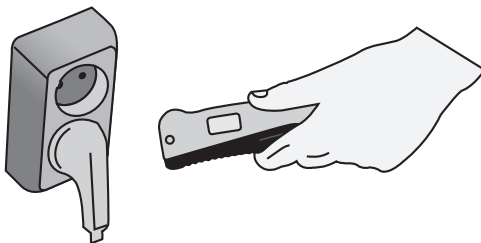

Рисунок 3
Установите переключатель (8) в положение «II» и с помощью регулятора определите положение, при котором подача звукового сигнала прекратится, а световой индикатор погаснет. Поднесите прибор со стороны датчика переменного тока (4) к световому прибору или к розетке (рис. 3). Загоревшийся светодиод и звуковой сигнал свидетельствуют о работоспособности прибора.